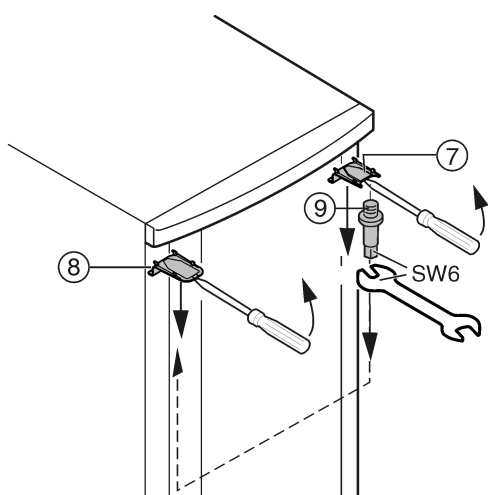

Fig. 7
- ▶ Za pomocą śrubokrętu podważyć z przodu osłonę Fig. 7 (7) u góry i osłonę Fig. 7 (8) i wyjąć je skośnie w dół.
- ▶ Wykręcić trzpień zawiasu Fig. 7 (9) i wkręcić mocno po przeciwnej stronie (z siłą 4 Nm).
- ▶ Ponownie zamontować osłonę Fig. 7 (7) po stronie sworznia łożyska: nasadzić z tyłu i zazębnić z przodu.
- ▶ Zamontować osłonę Fig. 7 (8) po przeciwległej stronie: nasadzić z tyłu i zazębnić z przodu.
- ▶ Drzwi zawiesić na górze na trzpieniach zawiasów Fig. 7 (9).